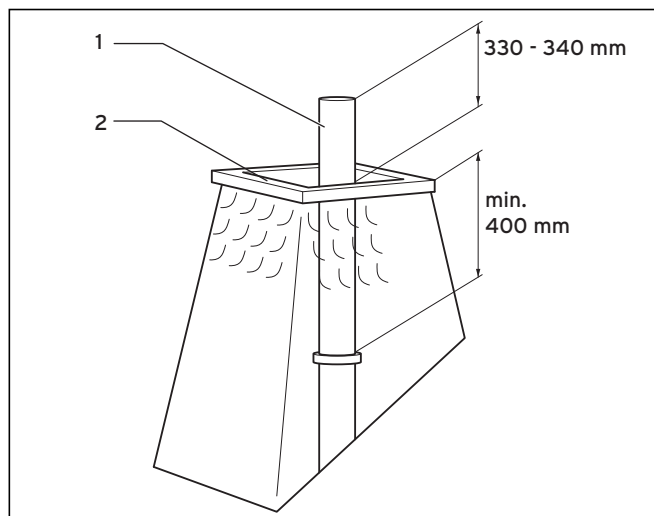

Abb. 6.27 Edelstahl-Rohr kürzen
Beachten Sie für die Montage der Schachtabdeckung aus Edelstahl die Abbildung 6.27.
- Kürzen Sie das Edelstahl-Rohr (1) gemäß Abb. 6.27.
- Dichten Sie den Mündungsrand (2) mit Silikon ab.